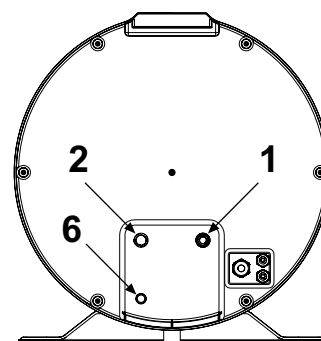

fig. 54
- Raccorder la canalisation d'alimentation en eau froide et la canalisation de sortie aux points de raccordement appropriés (fig. 54).